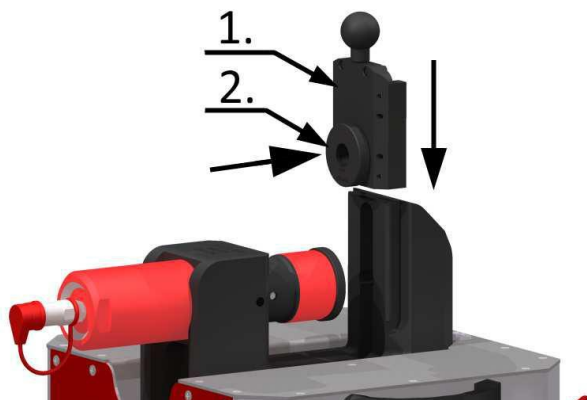

Abb. 10. Montage des Lochung-Einsatzes mit der Matrice.
4. Die Matrize (Abb. 10 Pos. 2) in den Sockel des Matrizenadapters einstecken (Abb. 10 Pos. 1). Bei Ovallöchern sicherstellen, dass der Führungsbolzen in seinen Sockel getroffen hat.
5. Den Adapter mit der Matrize in das Gehäuse hineinschieben (Abb. 10) bis die Anschlagstifte auf das Gehäuse anlehnen.